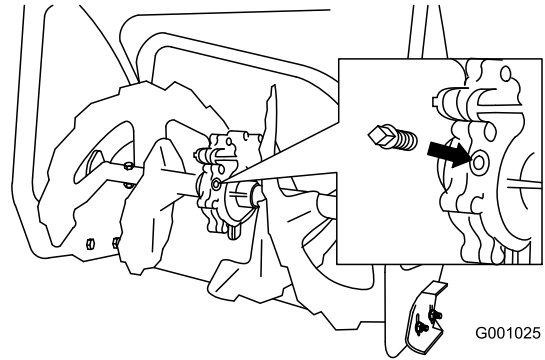

Figura 46
2. Limpie la zona alrededor del tapón (Figura 46).